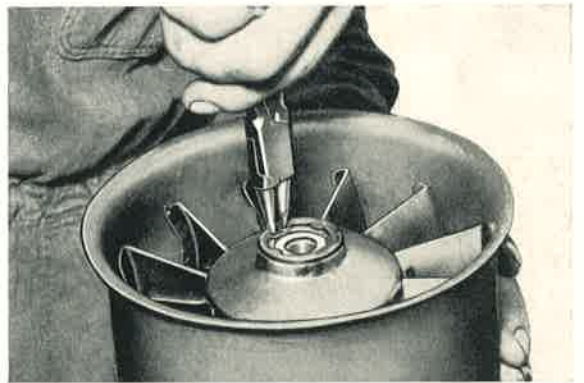

Bild 213: Nur Seegerringzange verwenden, um Beschädigungen der Ringe und Führungen zu vermeiden.
4. Seegerringe mit Spezialzange herausheben (Seegerringzange) (Bild 213).